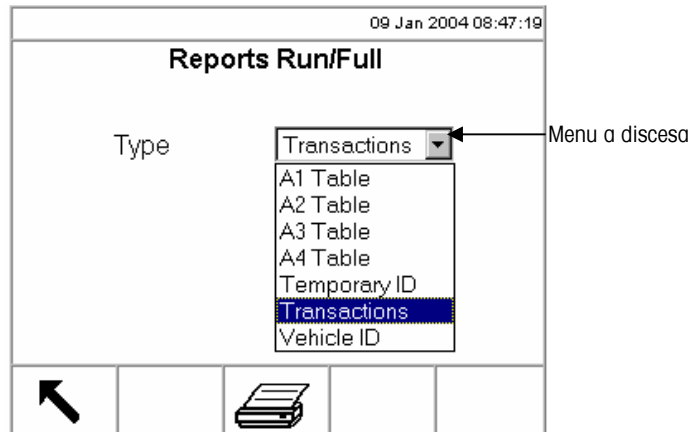

Figura 2-18: Schermata Report/Completo
1. Premere il tasto programmabile RUN REPORT (ESEGUI REPORT)  . Viene visualizzata la schermata Reports Run/Full (Report/Completo) (vedere la Figura 2-18).